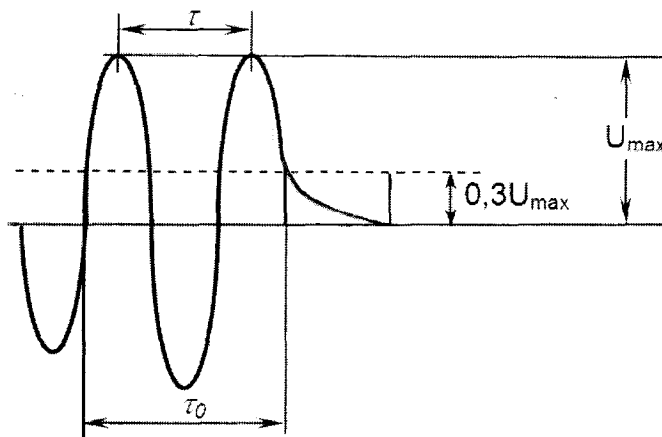

Рисунок 7.2
- е) измерить по осциллографу амплитуду U_{MAX} , В, зондирующих импульсов (рисунок 7.2);
- ж) измерить длительность τ_0 , мкс, зондирующих импульсов на уровне $0,3U_{MAX}$ (см. рисунок 7.2);
- и) измерить по осциллографу временной интервал τ , мкс, между первым и вторым максимумами зондирующего импульса (см. рисунок 7.2);